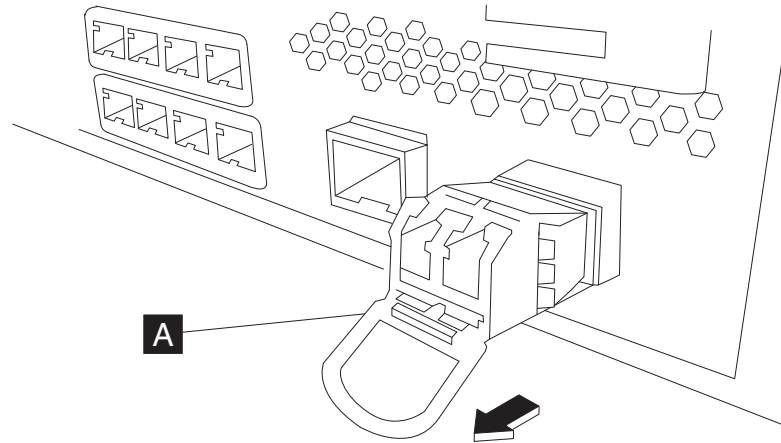

図 19. SFP+ トランシーバーの取り外し
- 図 19 に示すように、トランシーバー前面にある青色のラッチ( **A** )を引き下げます。